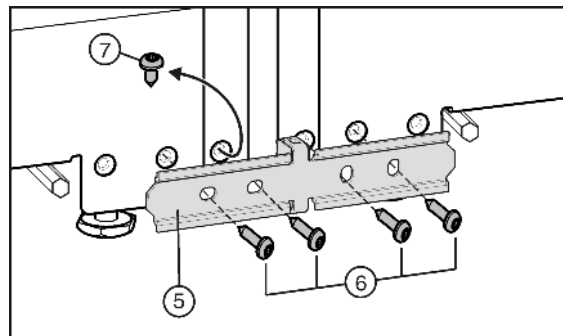

Fig. 6
- ▶ Si votre appareil a été équipé de la vis Fig. 6 (7) prémontée : dévisser la vis.
- ▶ Fixer la plaque de jonction Fig. 6 (5) provisoirement au moyen de deux vis Fig. 6 (6) à un appareil.